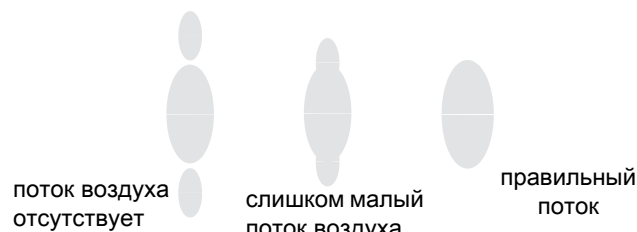

Рис. 8. Проблемы с формой распыла
- Смотрите Рис. 8. При нажатии на пусковой курок, установите давление подаваемого для пульверизации воздуха на величину примерно 35 кПа (0,35 бар, 5 фунтов на кв. дюйм). Проверьте форму распыла, а затем медленно увеличивайте давление воздуха до выравнивания формы распыла. Давление воздуха в пистолете не должно превышать 0,7 МПа (7 бар, 100 фунтов на кв. дюйм).